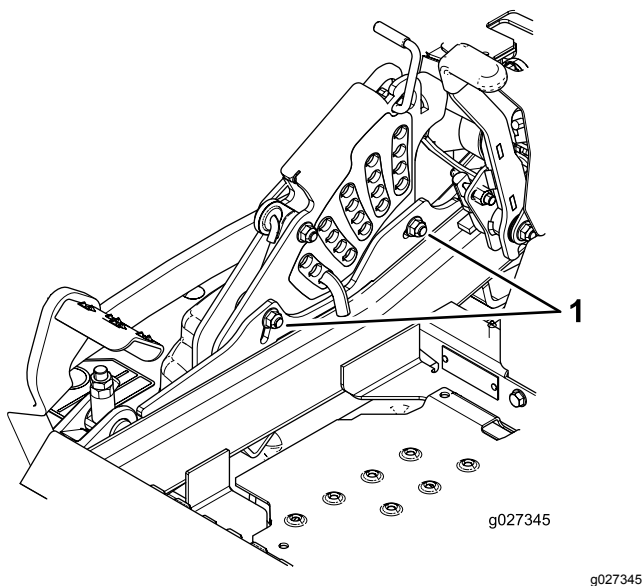

Figura 87
10. Para ajustar el sistema de ajuste de un solo punto, afloje los 2 pernos situados cerca del borde inferior de la pletina de altura de corte (Figura 87).
11. Apriete los 2 pernos en el borde inferior de la pletina de altura de corte (Figura 87).